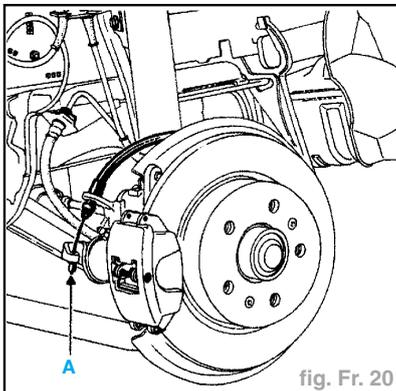

fig. Fr. 20
- Tendre progressivement les câbles au niveau du réglage central, afin de mettre en contact l'embout (A) avec le levier sans déplacement de celui-ci (fig. Fr. 20).